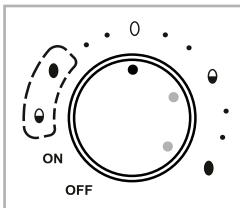

Abb. 4
- Wählen Sie das **Ei-Symbol** des jeweiligen Bereichs (Abb. 4), wenn die Eier größer als der Durchschnitt sind (Größe XL):